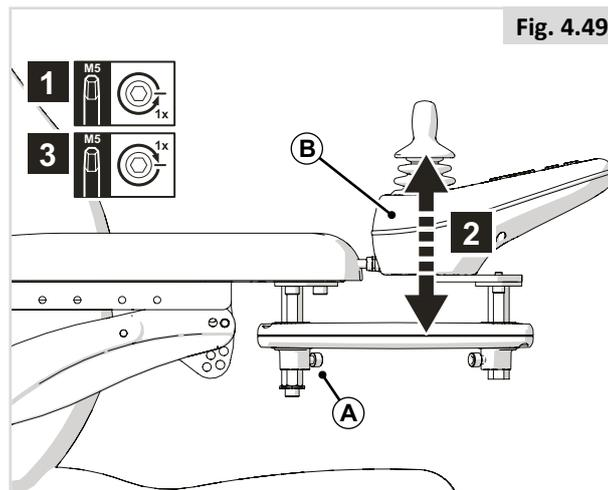
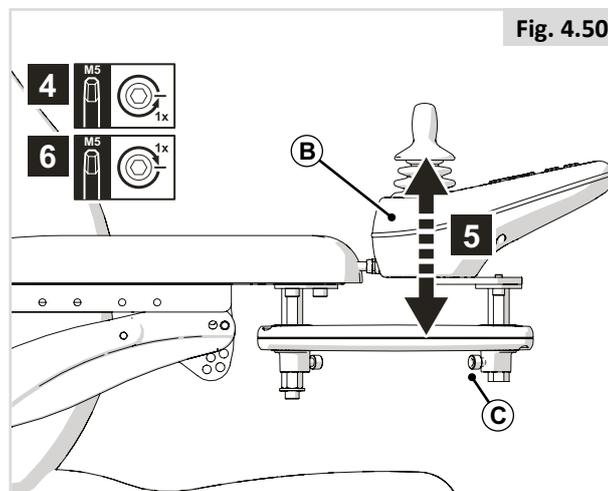

Fig. 4.49
Fig. 4.50
1. Desaperte (A).
2. Ajuste (B) para a posição pretendida.
3. Aperte (A).
### Altura do controlador (1) (Fig. 4.49)
### Altura do controlador (2) (Fig. 4.50)